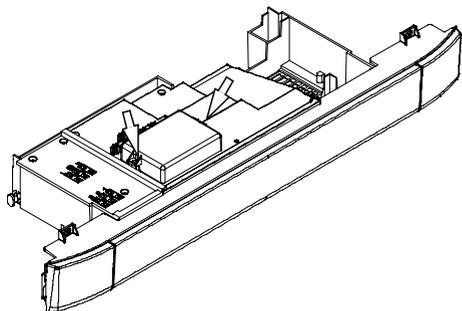

Figura 5.23
Svitare le viti e rimuovere il coperchio copri morsetteria Figura 5.23
- Togliere le due viti indicate in Figura 5.23 e aprire il coperchio della morsetteria collegamento **sonda esterna** e **comando remoto**.